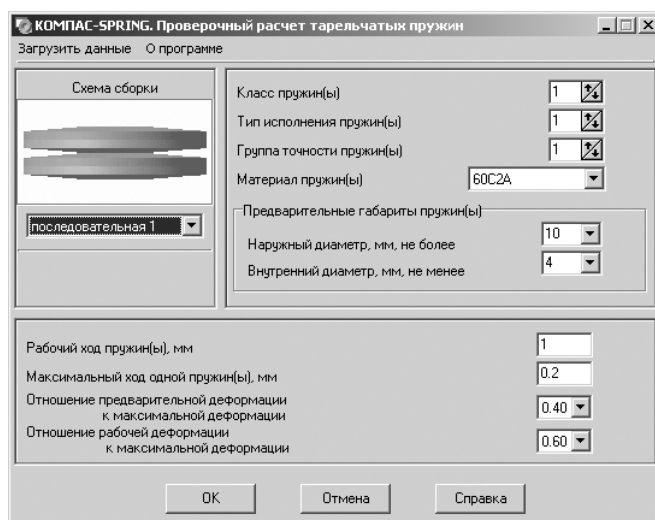

Рис. 4.69. Главное окно системы **КОМПАС-SPRING. Проверочный расчет тарельчатых пружин**
- щелкните в главном окне системы **Проектирование тарельчатых пружин** по кнопке **Проверочный расчет**. Появится главное окно системы **КОМПАС-SPRING. Проверочный расчет тарельчатых пружин**, см. рис. 4.69.